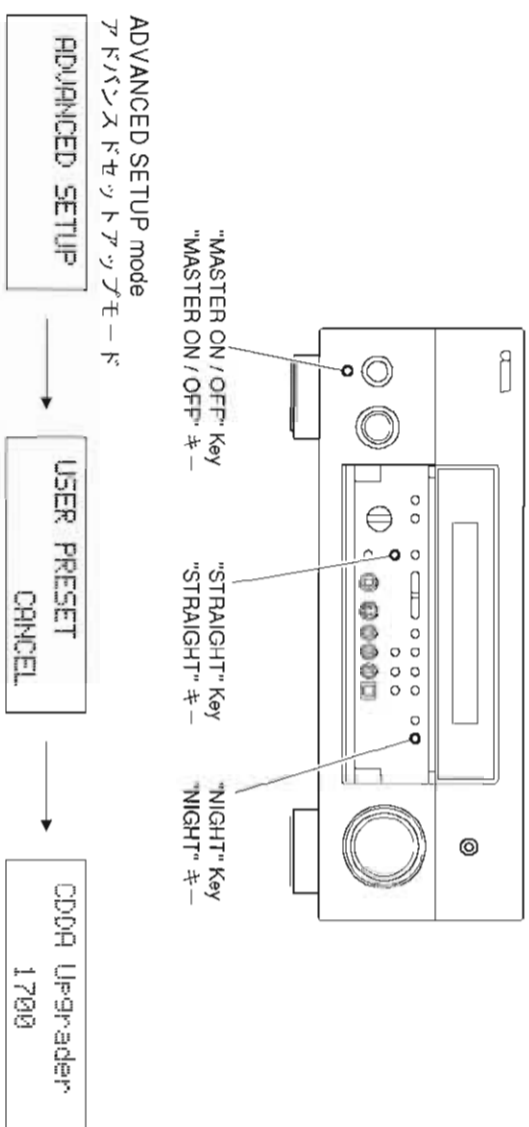

Fig. 2
- Then the ADVANCED SETUP mode is activated. (Fig. 2)
5. Keep pressing the "NIGHT" key for about 3 seconds. (Fig. 2)
6. CDDA Upgrader 1700 is displayed. (Fig. 2)
5. 本機の" NIGHT "キーを約3秒間押し続けます。(Fig. 2)
6. "CDDA Upgrader 1700"が表示されます。(Fig. 2)
4. 本機の"STRAIGHT"キーを押しながら、"MASTER ON/OFF"キーを押し、アドバンスドセットアップを起動します。(Fig. 2)